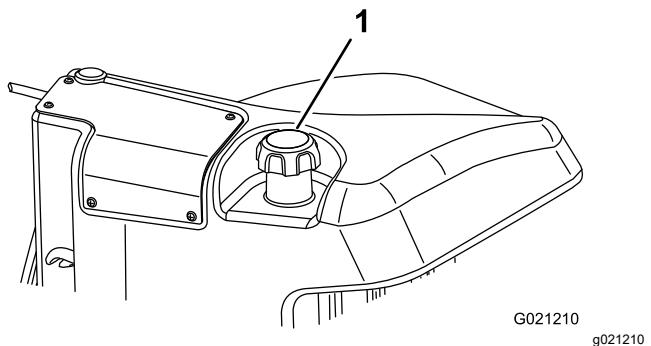

Bild 47
3. Nehmen Sie den Deckel vom Kraftstofftank ab (Bild 47).